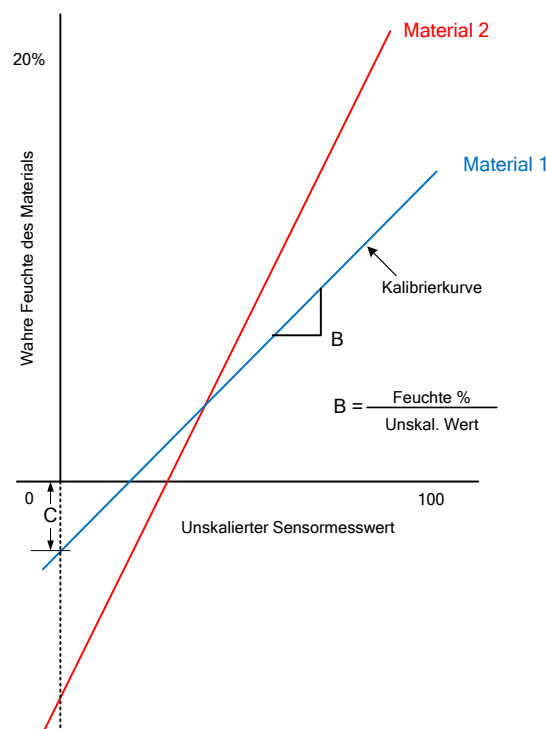

Abbildung 34: Kalibrierungen für zwei unterschiedliche Materialien.
Die Beziehung zwischen der Veränderung der prozentualen Feuchte und der Veränderung des unskalierten Werts ist für zwei unterschiedliche Materialien nicht identisch (siehe Abbildung 34). Ursache sind die einzigartigen elektrischen Merkmale jedes Materials. Bei der Kalibrierung werden die unskalierten Messwerte des Sensors Werten zugeordnet, die die prozentuale Feuchte des Materials repräsentieren.
Die Gleichung der Kalibrierkurve wird durch Gradient (B) und Offset (C) definiert (siehe Abbildung 34). Diese Werte werden als Kalibrierkoeffizienten bezeichnet.